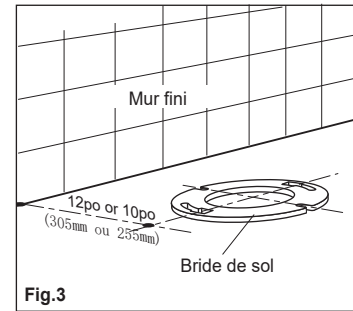

Fig.3
1. Afin de procéder à l'installation de la toilette à siphon une pièce Caravelle Smart, veuillez vous assurer que la bride de sol est bien positionnée par rapport au mur fini, comme illustré à la fig. 3.